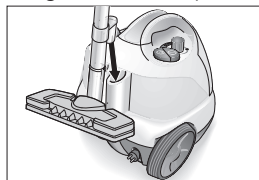

Fig. 9: Parkeringsposition
- Ved en kort afbrydelse i arbejdet kan forlængerrøret stilles i parkeringsposition (se fig. 9).